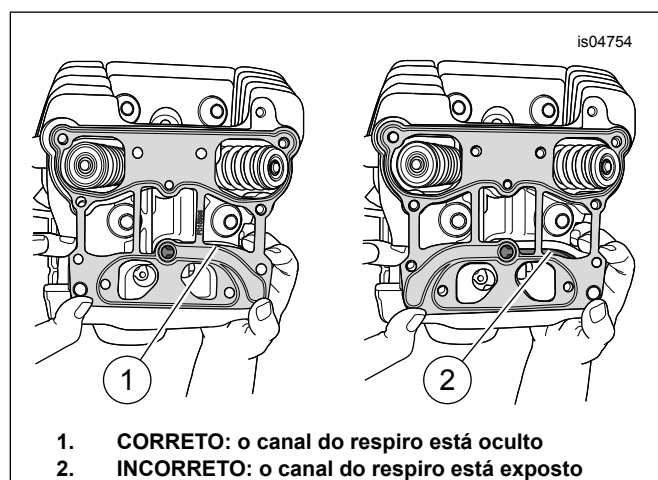
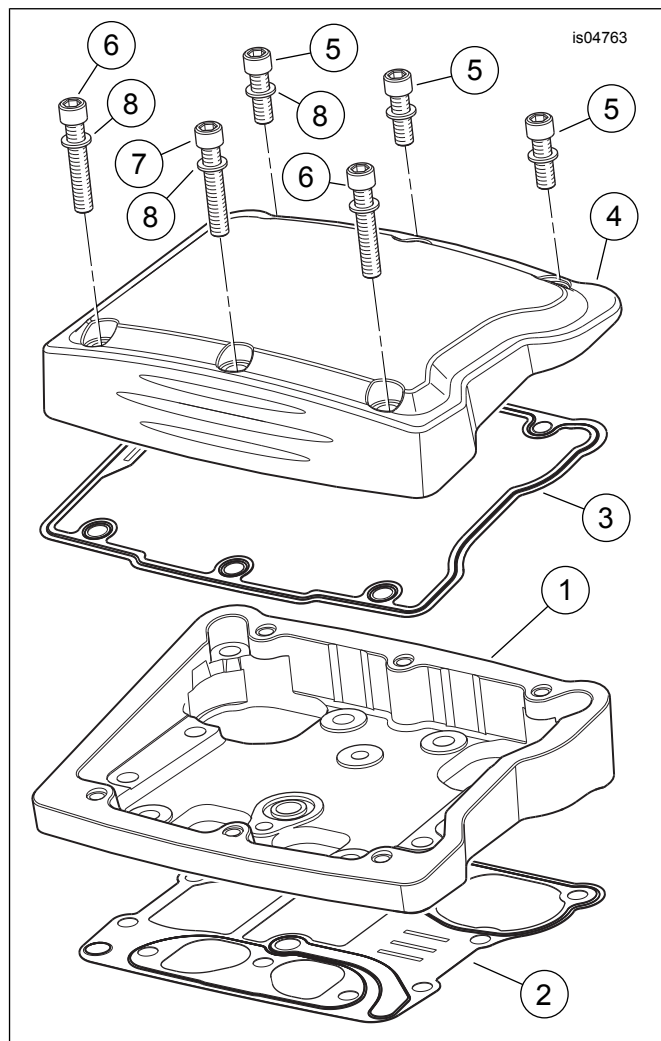

Figura 7. Instalação da gaxeta da caixa do balancim (cilindro traseiro mostrado)
Figura 12. Peças de reposição: kit de tampa da caixa do balancim forjada estilo Billet
1. Veja a Figura 12. Instale a **nova** gaxeta da caixa do balancim (2) do kit no flange do cabeçote do cilindro. As gaxetas são idênticas, mas são marcadas para indicar a orientação de instalação correta para os cilindros dianteiro e traseiro. Certifique-se de que a gaxeta da caixa do balancim seja instalada corretamente verificando se o canal do respiro está oculto. Veja a Figura 7.
14. Veja a Figura 12. Instale uma nova gaxeta da tampa do balancim (3) do kit no flange do cabeçote do cilindro. Posicione a tampa da caixa do balancim (4). Coincida o entalhe na tampa do balancim com o entalhe na gaxeta e alinhe os furos da tampa àqueles da gaxeta.